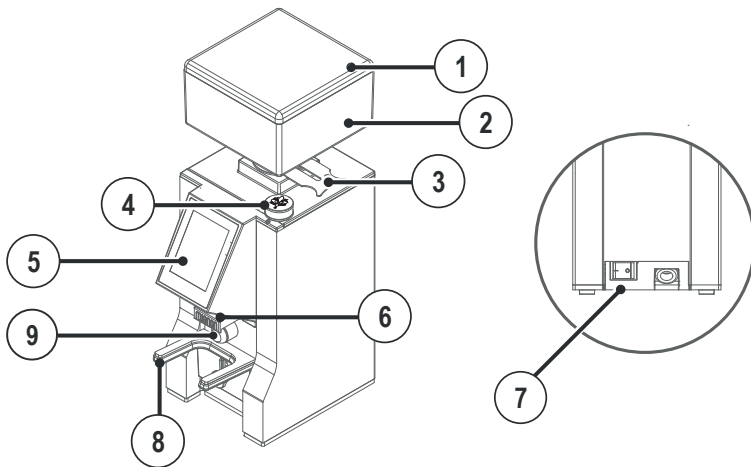
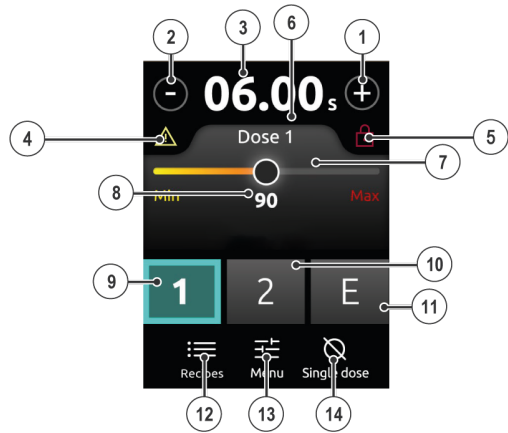

Fig. 5.1 - Beschreibung des Geräts
Fig. 5.2 - Hauptbildschirm
Zu den Geräteteilen siehe Fig. 5.1.
Für die Beschreibung des Displays, siehe Fig. 5.2.
Durch Drehen des Knopfs kann auf dem Hauptbildschirm der Abstand zwischen den Mahlscheiben für die gewählte Mahlart angezeigt werden (8 - Abb. 5.2).
- Den Schalter (7 - Fig. 5.1) in die Position Ein stellen.
- Die auszugebende Dosis mit den entsprechenden Tasten auswählen (9, 10, 11 - Fig. 5.2).
- Den Siebträger auf die Gabel (8 - Fig. 5.1) aufsetzen, dabei darauf achten, dass er sich genau unter dem Auslauf (6 - Fig. 5.1) befindet.
- Erneut die Taste gewählte Dosis oder die Fronttaste (9, 10, 11 - Fig. 5.2) (9 - Fig. 5.1) drücken.
Im Stoppzustand blinkt die Mahldauer auf dem Display (3 - Fig. 5.2).
Um die Dosierzeit auf den Anfangswert zurückzusetzen, 2 Sekunden lang auf die blinkende Mahldauer (3 - Fig. 5.2) drücken.
Über den Hauptbildschirm (Fig. 5.2) hat man Zugriff auf die folgenden Funktionen.
Um die gewählte Dosis zu verringern oder zu erhöhen, die Tasten + und - auf dem Hauptbildschirm (1, 2 - Fig. 5.2) drücken. Die Variation pro Einzeldosis beträgt 0,1 Sekunden.
Um eine kontinuierliche Veränderung der Dosierzeit mit steigender Tendenz zu erreichen, eine der Tasten + oder - (1, 2 - Fig. 5.2) gedrückt halten.
Um die Einstellung der Dosierzeit zu sperren, gleichzeitig + und - (1, 2 - Fig. 5.2) für 2 Sekunden drücken. Wenn die Einstellung der Dosierzeit blockiert ist, zeigt das Display das Symbol  (5 - Fig. 5.2) und die Tasten + und - (1, 2 - Fig. 5.2) werden dunkel.
Um die Einstellung der Dosierzeit zu entsperren, gleichzeitig + und - (1, 2 - Fig. 5.2) drücken und für 2 Sekunden gedrückt halten.
Um die einzustellende Dosis auszuwählen die Tasten 1, 2, E (9, 10, 11 - Fig. 5.2) drücken.